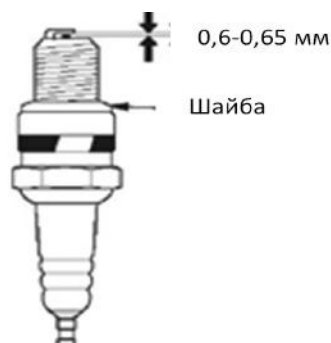

Рис.9
4. Измерьте зазор между электродами свечи специальным щупом. Зазор должен быть 0,6-0,65 мм. (Рис.9) При увеличении или уменьшении требуемого зазора рекомендуется заменить свечу, так как регулировка зазора может привести к изменению качества искрообразования.